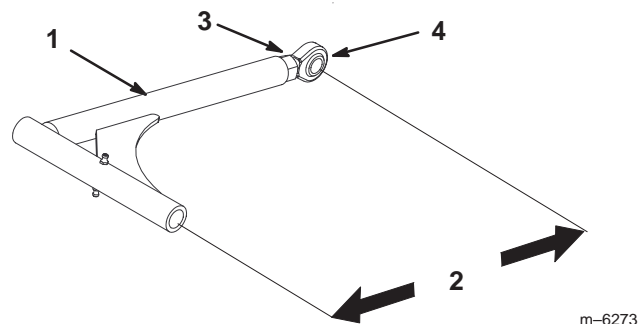

Figure 57
1. Desserrez l'écrou de blocage et tournez la rotule dans le sens anti-horaire, un tour à la fois (Fig. 57).
2. Réglez chaque côté de la même façon. La longueur nominale de chaque bras de poussé doit être de 389 mm (Fig. 57).